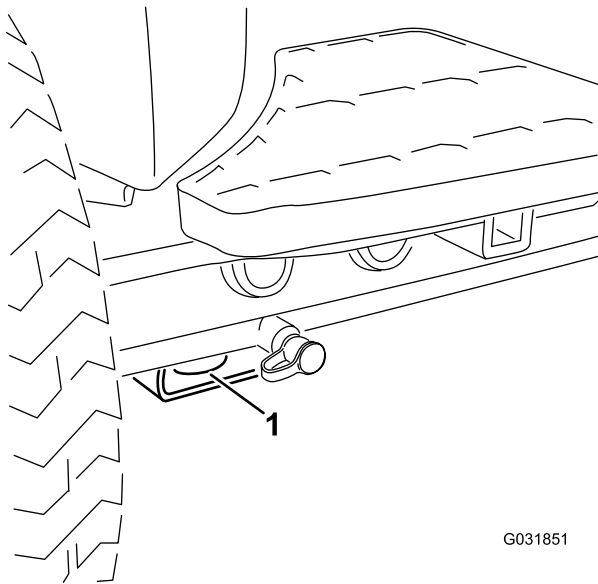

Bild 37
- Vorne: Loch im Rechteck unter dem Achsenrohr in jedem Vorderreifen (Bild 37).